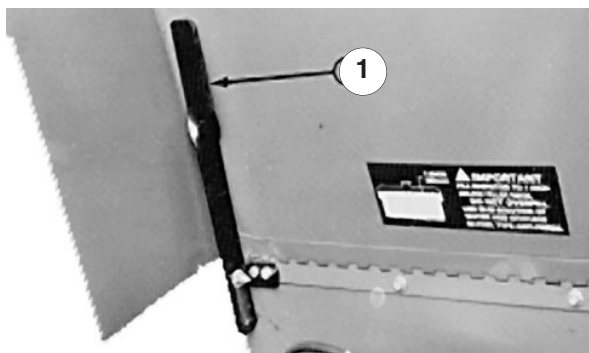

Figure 2
3. Sortez le bas de la béquille (Fig. 2) de la patte de retenue. Baissez la béquille, tournez-la vers le haut, puis vers le bas pour empêcher le capot de retomber.